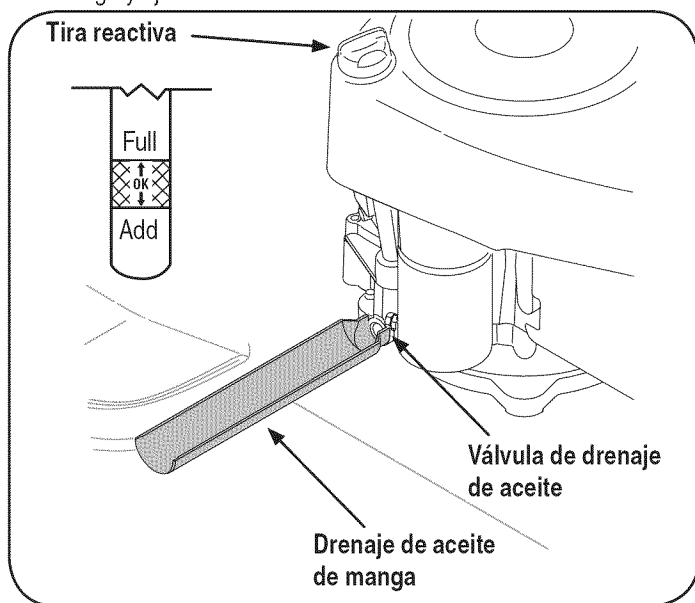

Figura 10
- 3. Retire la tira reactiva y de comprobar el nivel de aceite. Debe ser por la marca de lleno en la varilla. Ver Figura 10.